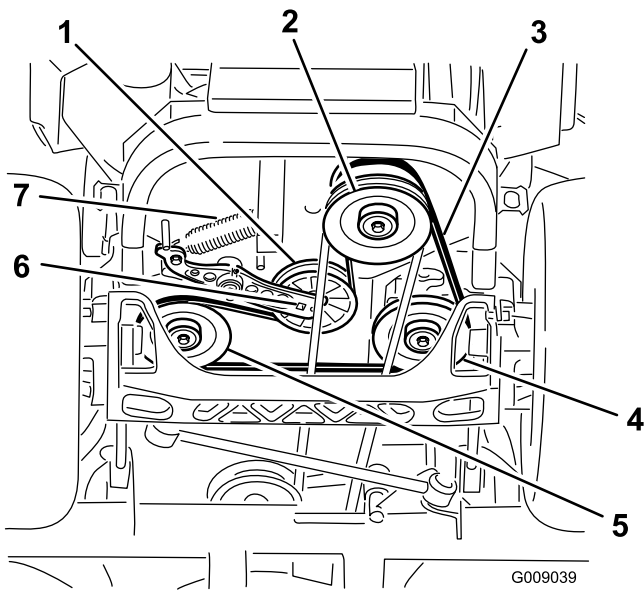

Figura 88
4. Levante la máquina y apóyela sobre gatos fijos (Figura 88).
5. Utilice una llave de carraca en el taladro cuadrado del brazo tensor para retirar el muelle tensor (Figura 88).
6. Desenganche el muelle de la polea tensora del bastidor (Figura 88).
9. Utilizando la llave de carraca en el taladro cuadrado del brazo tensor, instale el muelle tensor en el bastidor (Figura 88).